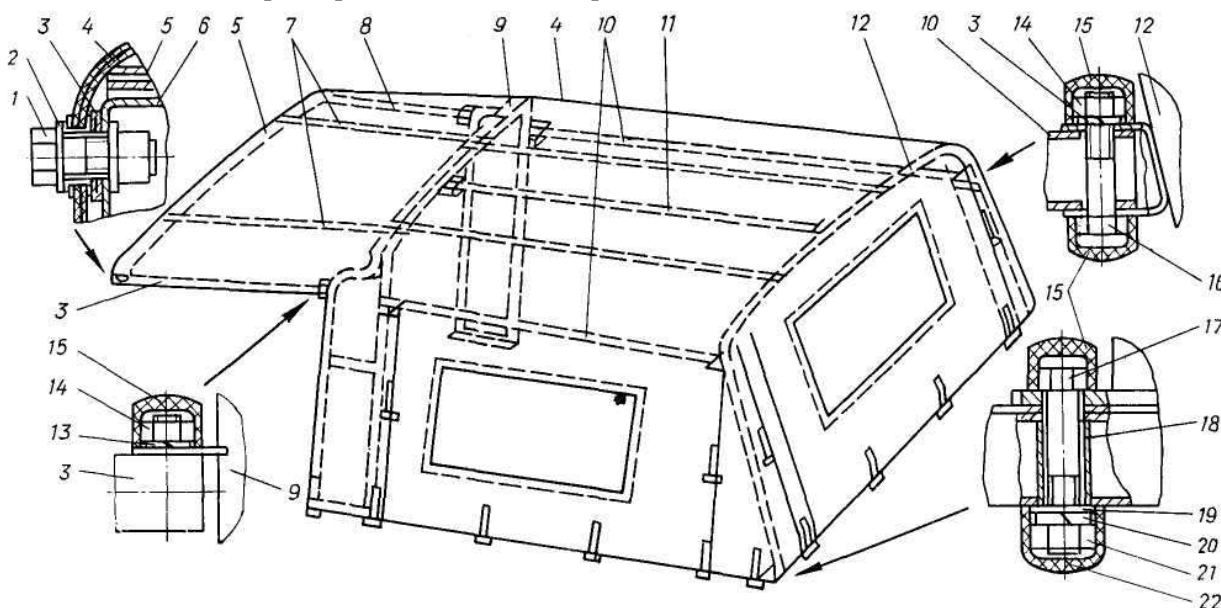
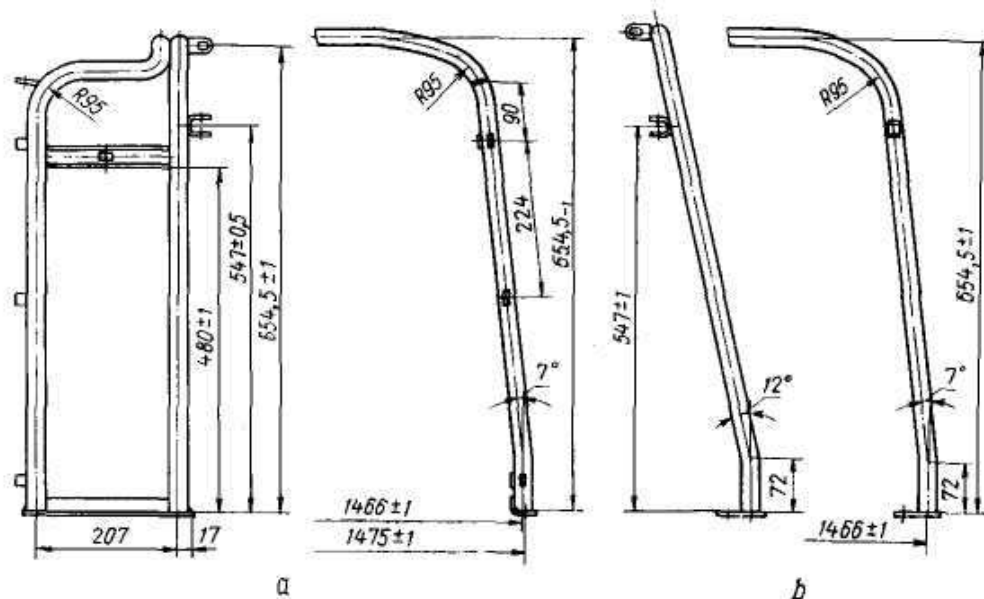

Рис. 240. Тент и каркас тента с креплением:
Рис. 241. Дуги тента: *a* — передняя; *b* — задняя
Конструкция тента и каркаса тента показана на рис. 240. В случае ремонта дуг тента их основные размеры должны соответствовать размерам, показанным на рис. 241.
- отвинтите и снимите два болта 1 (рис. 240) с шайбами крепления углов тента к каркасу лобового стекла;
- уложите тент на капот внутренней поверхностью вверх и передней частью на каркас лобового стекла и закрепите к каркасу прижимной планкой, как показано на рис. 236. Отверстия в углах передней части тента при этом должны точно совмещаться с отверстиями каркаса под болты 1 (рис. 240).